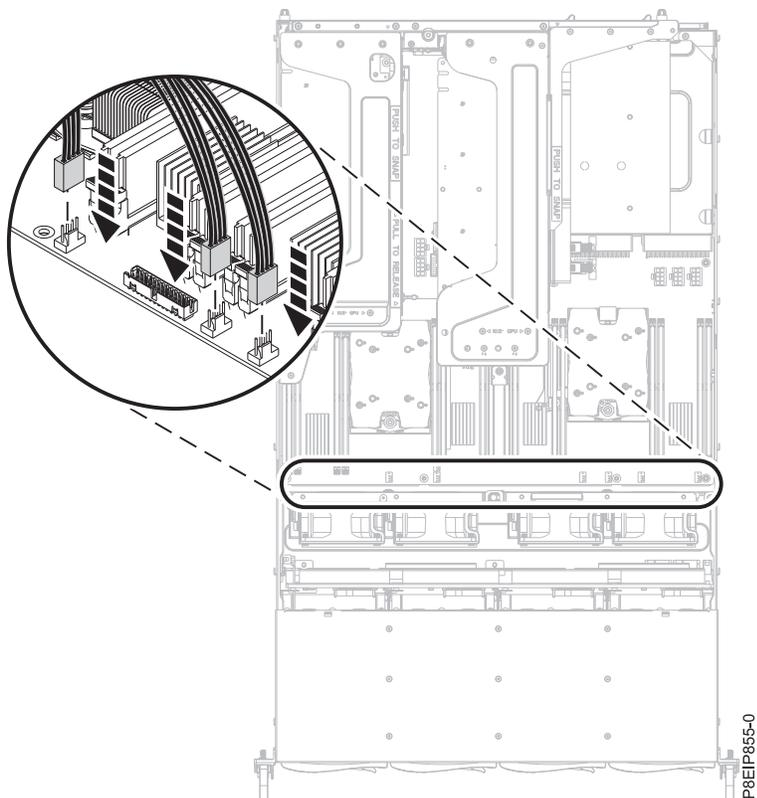

図 73. ファン・ケーブルの接続
17. 4 本のファン電源ケーブルをシステム・バックプレーンに接続します (65 ページの図 73 を参照)。ワイヤーを引っ張らないでください。